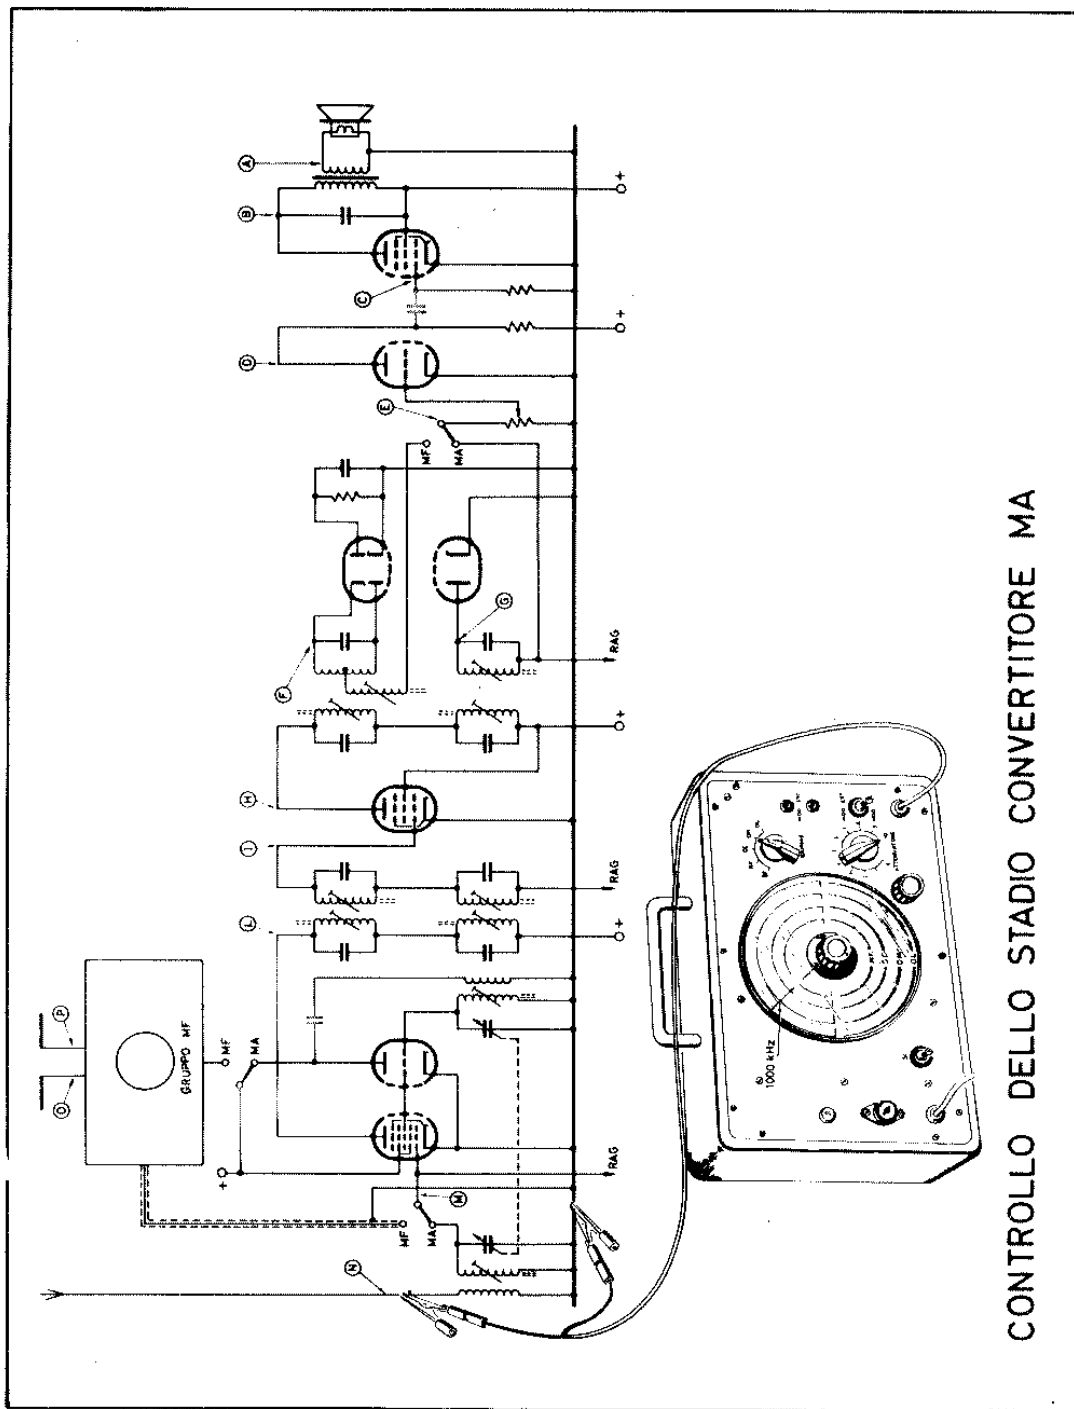

Fig. 6
- Si porta il conduttore interno del cavetto d'uscita a contatto con la presa d'antenna del ricevitore (punto N del circuito della *fig. 6*); la calza schermante del cavetto deve rimanere collegata al telaio.